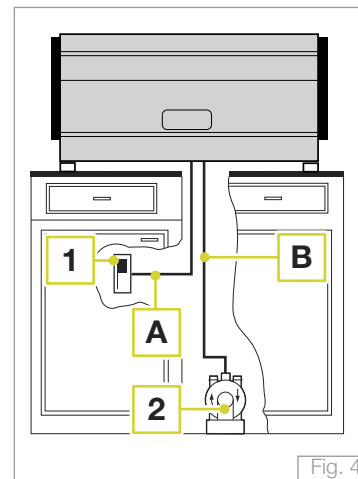
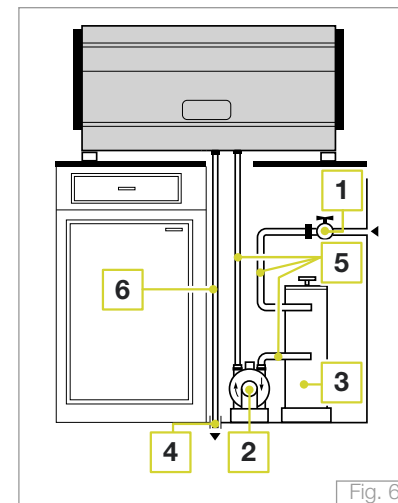

Fig. 4
Fig. 6
Realice las conexiones como se muestra en la Fig. 6 y teniendo en cuenta las siguientes instrucciones:
La bomba del motor debe instalarse a una distancia suficiente para evitar goteos o chorros de agua y también para evitar que caiga sal dentro de la bomba del motor al echar sal en el ablandador de agua. Antes de conectar el tubo flexible procedente de la bomba del motor o del ablandador de agua, en caso de aplicaciones con bombas incorporadas, colóquelo en un cubo y abra la llave del agua (1 - Fig. 6) durante un par de minutos para eliminar posible residuos procedentes de los tubos nuevos y, en cualquier caso, hasta que el agua fluya límpida.
- A. Abrir el grifo de alimentación hídrica previsto en la predisposición de las instalaciones (ver Fig. 6 en pág. 12 - Ref. 1).
- B. Verificar que en el manómetro de presión de red hídrica se visualice la presión de red hídrica (4 bar) (12).
- A. Encender el interruptor general previsto en los requisitos para la instalación (ver Fig. 4 en pág. 10 - Ref. 1), y seguidamente encender el interruptor del aparato **(9)** en posición 1.